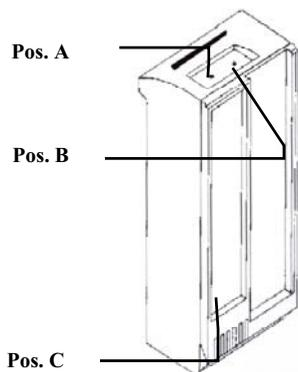

Abb. 1
- Eine Kontrolllampe (Pos. A Abb. 1), die ununterbrochen leuchtet, sobald das Modul initialisiert ist.
- Eine Zuweisungstaste (Pos. B Abb. 1) zum Registrieren der gesendeten Befehle.
- Ein Schild (Pos. C Abb. 1) zum Notieren der Nummer des zugewiesenen Heizbereichs des Moduls.
- Nummer des Bereichs, dem Sie es zugewiesen haben, auf dem Schild notieren (siehe Pos. C Abb. 1)
- Zur Aufhebung des Ausnahmebetriebs den Funktionsschalter (Abb. 1 Pos. 3) auf « Prog » stellen.
- ca. 10 Sekunden lang die Taste Pos. B Abb. 1 des Empfangsmoduls drücken, bis die Lampe erlischt.
Hinweis : Zum Wiedereinschalten der Kontrolllampe erneut ca. 10 Sekunden auf die Taste Pos. B Abb. 1 des Empfangsmoduls drücken, bis die Lampe wieder leuchtet.